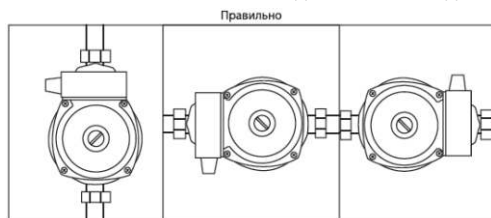

рис.3
5.5. Насос следует устанавливать так, чтобы вал двигателя находился в горизонтальном положении. (рис.3)
- 14.3. Насос следует устанавливать так, чтобы вал двигателя находился в горизонтальном положении. (рис.3)